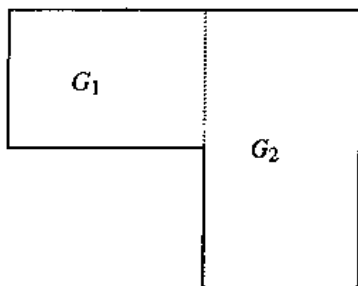

图 5-3
- 为了便于形成刚度矩阵和求解线性方程组, 本例将求解区域分为两个子区域 G_1, G_2 , 如图 5-3。